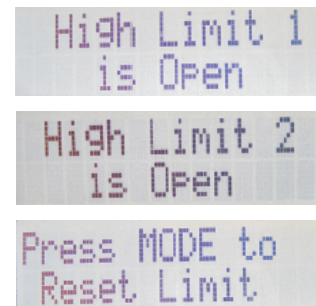

Figure 45. Déclenchement limiteur de temp.
**ATTENTION:** cet appareil à module de commande numérique peut être commandé par un thermostat externe, dans la majorité des cas. L'écran affiche la température actuelle de la piscine, l'état de fonctionnement et les codes d'entretien, voir Figure 45. Les touches du panneau de commande permettent de sélectionner la température de consigne de la piscine ou du spa. Le cas échéant, l'écran de l'appareil indique qu'il est commandé à distance (Remote). Avant de raccorder l'appareil à un thermostat externe, vérifiez s'il s'agit d'un système à deux ou trois fils. Suivez les instructions appropriées ci-dessous pour correctement raccorder le thermostat externe à l'appareil.